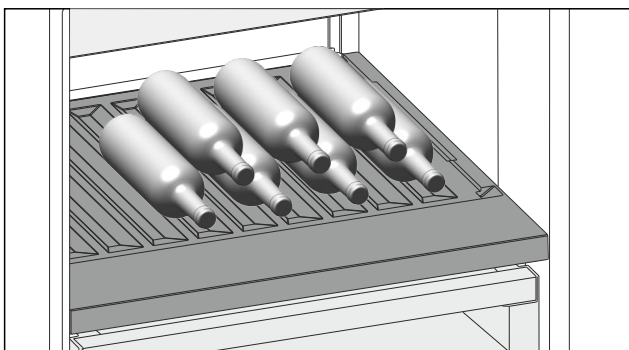

Fig. 175 Ілюстративне зображення
- ▶ Помістіть пляшки дном у напрямку до задньої стінки. (див. Fig. 175)